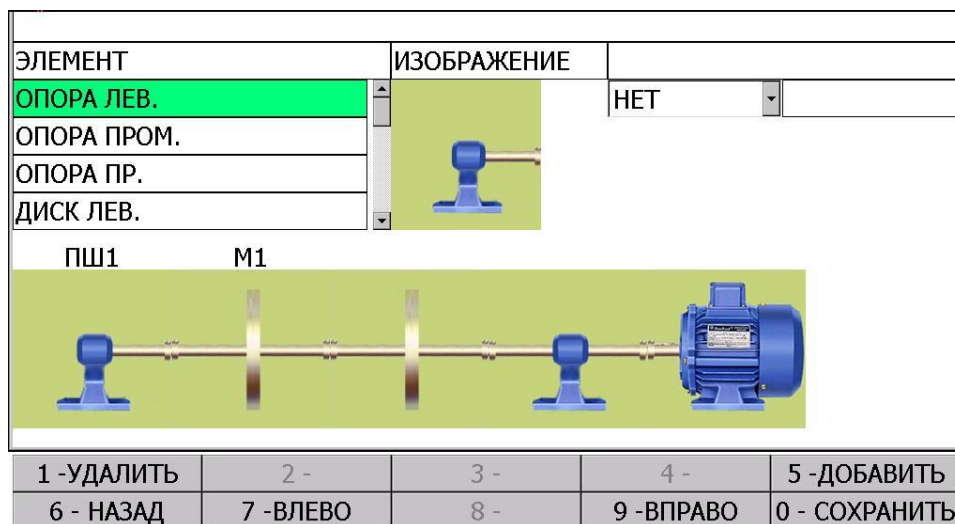

Рисунок 1.3.2
2. Введите имя машины, укажите необходимые параметры. Создайте схему при необходимости, рисунок 1.3.2, и нажмите кнопку «0 – далее», рисунок 1.3.3.